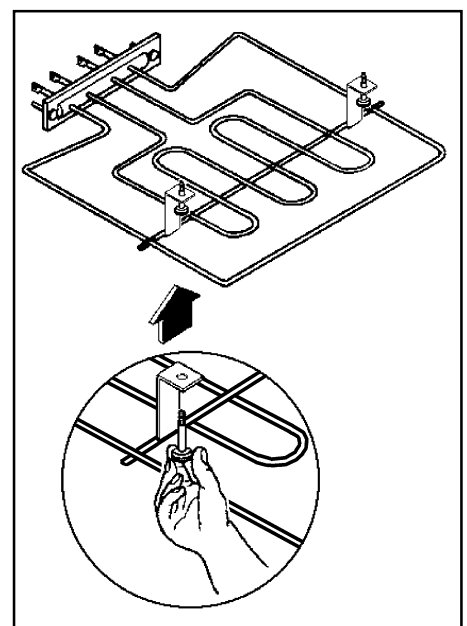

Fig. 12 FO 0286
- Dévissez les vis moletées (Fig.12). La première fois que vous faites cette opération, nous vous recommandons d'utiliser un tournevis.